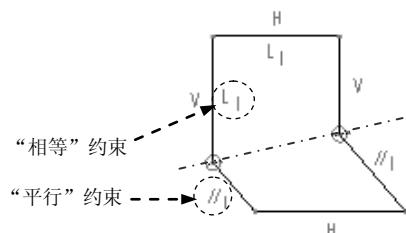

图 4.13.4 绘制图形
Step3. 选择 草绘(S) → 构造线 → 构造 命令，绘制图 4.13.4 所示的图形。
Step1. 删除无用的约束。在绘制草图时，系统会自动加上一些无用的约束，如本例中系统自动加上了图 4.13.4 所示的“相等”“平行”约束。
(1) 在工具栏中单击“选取项目”按钮。
(2) 删除“相等”约束。在图 4.13.4 所示的图形中选取“相等”约束，然后右击，在系统弹出的图 4.13.5 所示的快捷菜单中选择 命令。
(3) 删除“平行”约束。在图 4.13.4 所示的图形中选取“平行”约束，然后右击，在系统弹出的快捷菜单中选择 **删除(D)** 命令。完成操作后，图形如图 4.13.6 所示。